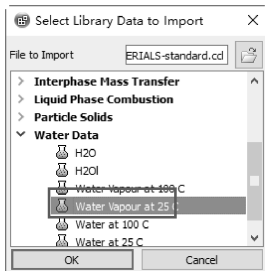
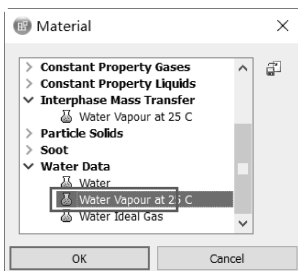
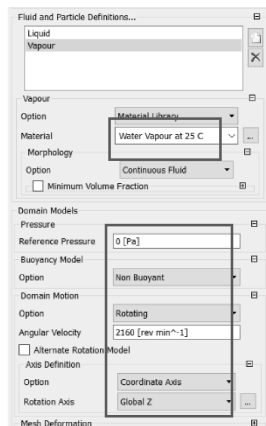

图 11-43 导入库数据
图 11-44 选择库数据
图 11-45 域物质基本窗口
(2) 创建另一个新的流体名称为“Vapour”，在【Material】后面单击…选项，然后单击打开库数据（在【Material】对话框右上方）弹出【Select Library Data to Import】对话框，如图 11-43 所示；在 Water Data 里选择【Water Vapour at 25 C】，单击【OK】确定，如图 11-43 所示；回到【Material】对话框，在【Water Data】中选择【Water Vapour at 25 C】，单击【OK】确定，如图 11-44 所示；在域模型框里定义参考压力为 0Pa，运动域【Domain Motion】为 Rotating，角速度【Angular Velocity】为 2160r/min，其他默认，如图 11-45 所示。